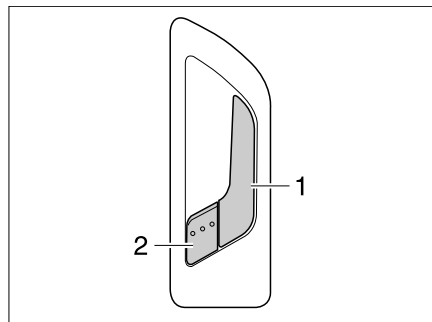

Bild 44 Türschloss Eingangstür, innen
- Am Griff (Bild 44,1) ziehen. Das Türschloss wird entriegelt. Der Sicherungshebel (Bild 44,2) springt automatisch heraus.
- Den Sicherungshebel (Bild 44,2) drücken.